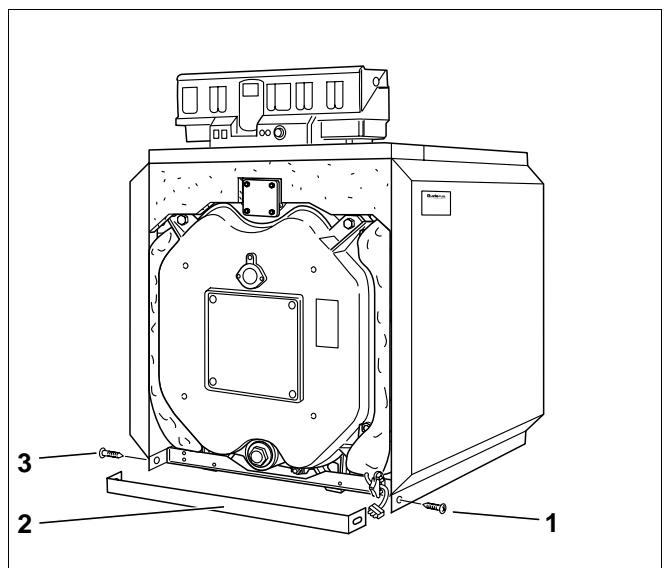

Fig. 38 Montering af den forreste sokkelskinne
Skub sokkelskinnerne (forrest og bagest) (Fig. 38, **pos. 2**) på sidekappernes nederste ombuk, og skru dem fast i siden med en pladeskrue i hver plade (Fig. 38, **pos. 1 og 3**).